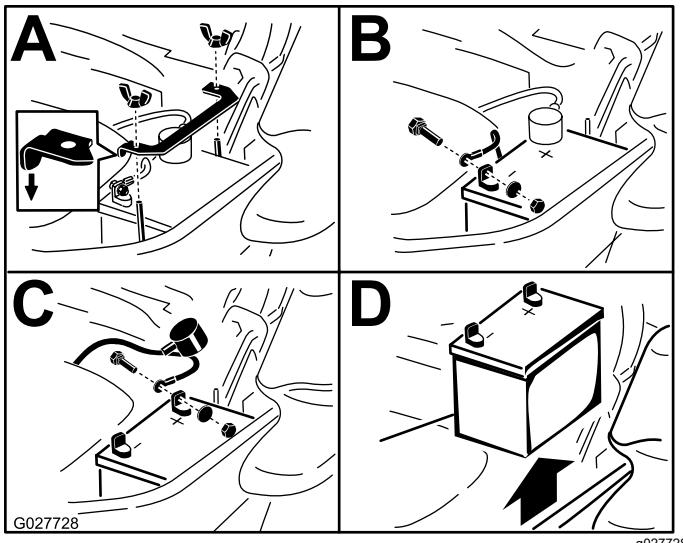

Figure 53
- Retirez la batterie, comme montré à la Figure 53.